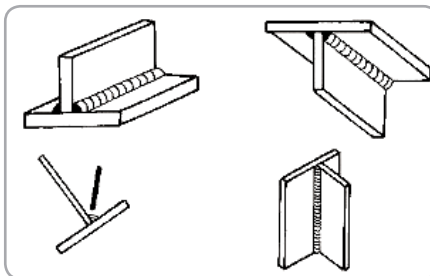

Fig.19
- pentru îmbinările cu cusături în relief (fig.19):